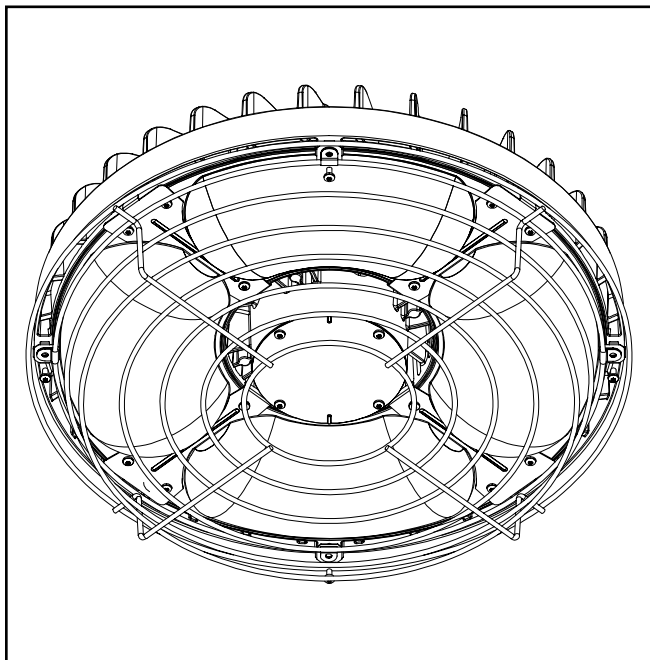

Figure 2.
2. Alignez les fixations de la grille de protection avec les fixations de la lentille et réinstallez-les comme illustré à la Figure 2.